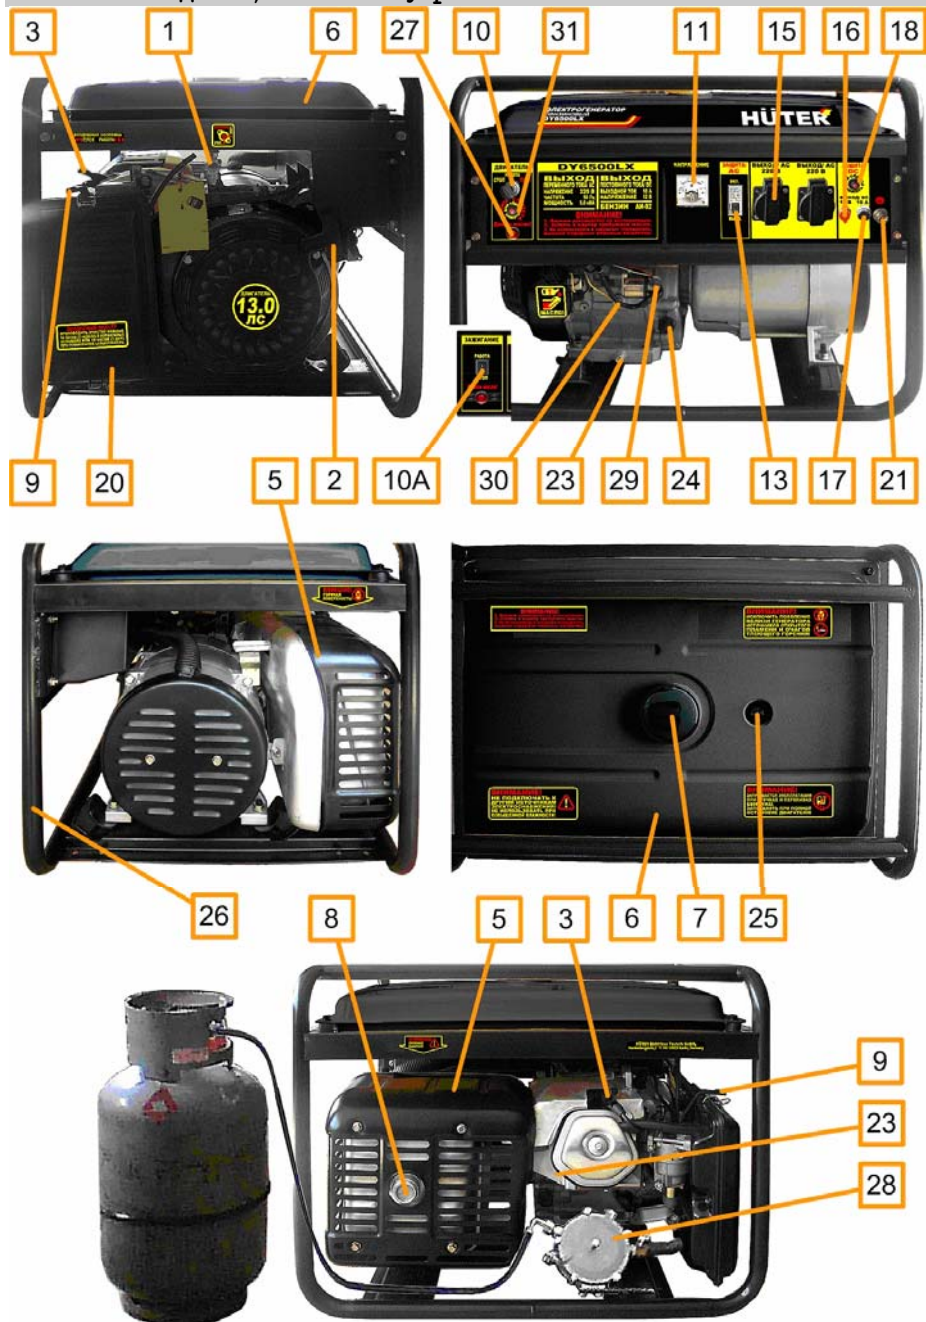

Рис. 1.
4.1. Перечень составных частей изделия (рис. 1).
5.3.1. Вывинтить шуп поз. 24 (рис. 1) и залить в картер масло соответствующего типа (таблица 2 п. 8) до нижнего края горловины. Вставить чистый шуп в горловину картера и вынуть его. Проверить уровень масла: граница смоченной области шупа должна располагаться между отметками минимального и максимального уровня.
При установке генератора следует подключить к резьбовой клемме поз. 21 (рис. 1) проводник заземляющего устройства, удовлетворяющего требованиям раздела 10: «Обеспечение требований безопасности».
5.5.1. В качестве топлива используется бензин марки АИ-92, а также бытовой сжиженный баллонный газ: пропан и пропан бутан, в случае установки газовой системы питания поз. 28 (рис. 1), см. также рис. 11.
5.5.4. Установить лоток аккумуляторной батареи GG-H650-M22-E в соответствии с рис. М каталога запасных частей. Подключить провода аккумуляторной батареи поз. GB1 (Приложение 1) к клеммам поз. 29, 30 (рис. 1), строго соблюдая указанную полярность.
5.6.1. Отключить все потребители переменного тока от генератора, переведя рычаг автоматического выключателя поз. 13 (рис. 1) в отключенное положение «0», отсоединить потребители постоянного тока от клемм поз. 16, 17 (рис. 1).
5.6.2. При использовании бензина открыть топливный кран поз. 1 (рис. 1) при закрытом вентиле газового баллона, см. также рис. 3, или открыть вентиль газового баллона при закрытом топливном кране поз. 1 (рис. 1) в случае использования газа.
5.6.3. При использовании бензина перевести рычаг управления воздушной заслонкой поз. 9 (рис. 1) в крайнее левое положение при пуске холодного двигателя и в промежуточное положение при пуске прогретого двигателя. При использовании газа нажать на несколько секунд кнопку в центре регулятора поз. 1 (рис. 11) для заполнения впускной трубы газом, затем отпустить кнопку.
5.6.4. Перевести выключатель двигателя поз. 10, 10А (рис. 1) в отключенное положение «0» или «СТОП».
5.6.5. Плавно вытянуть до упора трос ручного стартера за ручку поз. 2 (рис. 1) и вернуть в исходное положение см. также рис. 2.
5.6.6. Перевести выключатель двигателя поз. 10, 10А (рис. 1) во включенное положение «1» или «РАБОТА».
стартера производится поворотом ключа выключателя поз. 10 (рис.1) в крайнее правое положение «ПУСК». Сразу после пуска двигателя отпустить ключ выключателя для обеспечения его самовозврата в среднее положение. При срабатывании защиты поз. 31 (рис. 1) нажать сброс после остывания автоматического выключателя.
5.6.8. При работе на бензине после прогрева двигателя в течение времени около 10-40 секунд, в зависимости от начальной температуры, перевести рычаг заслонки поз. 9 (рис. 1) в крайнее правое положение, если при этом двигатель работает неустойчиво вернуть рычаг заслонки поз. 9 в прежнее положение и обеспечить завершение прогрева.
5.6.9. Подключить к разъемам генератора потребители, соответствующие требованиям раздела 10: «Обеспечение требований безопасности». Полная (сумма активной и реактивной) мощность всех подключаемых потребителей в стационарном режиме не должна превышать значений номинальной мощности, указанных в Таблице 1 п. 3. Не допускается длительное превышение номинальной мощности более, чем на 10% свыше номинального значения. Включить автоматический выключатель поз. 13 (рис. 1), установив его рычаг управления в положение «1».
5.7.1. При работающем генераторе отключить автоматический выключатель поз. 13 (рис. 1), отсоединить потребители постоянного тока от клемм поз. 16, 17 (рис. 1).
5.7.2. Перевести выключатель двигателя поз. 10, 10А (рис. 1) в отключенное положение «0» или «СТОП».
5.7.3. Закрыть топливный кран поз. 1 (рис. 1), см. также рис. 4, закрыть вентиль газового баллона.
6.1. Наличие и величина напряжения переменного тока индицируется и измеряется вольтметром поз. 11 (рис. 1).
6.2. Причиной отсутствия напряжения при работающем генераторе может служить срабатывание автоматических выключателей защиты цепей от перегрузки поз. 13, 18 (рис. 1). В этом случае следует устранить причину перегрузки и нажать кнопку или клавишу сброса соответствующего автоматического выключателя после его остывания.